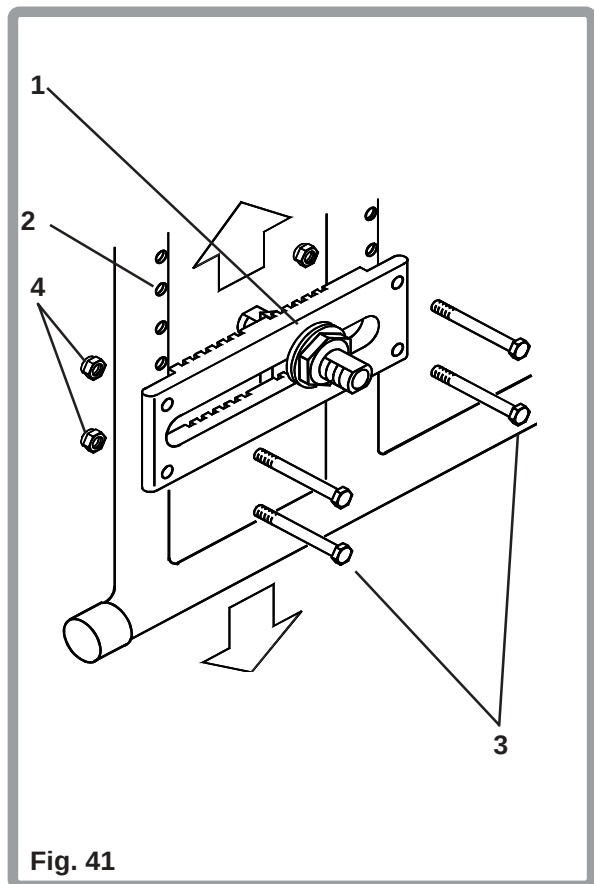

Fig. 41
De zithoogte (Fig. 41) kan afgesteld worden door het naar boven of beneden verplaatsen van de asplaat (1) binnen een bereik van 50 mm. De vier bouten (3) en de moeren (4) per asplaat dienen verwijderd te worden en in de gewenste positie gemonteerd te worden en vastgedraaid te worden op een aanhaalmoment van 8-10 Nm, door gebruik te maken van twee 10 mm dopsleutels. Beide asplaten moeten op dezelfde hoogte gemonteerd worden, om er zeker van te zijn dat de rolstoel aan beide zijden even hoog staat.